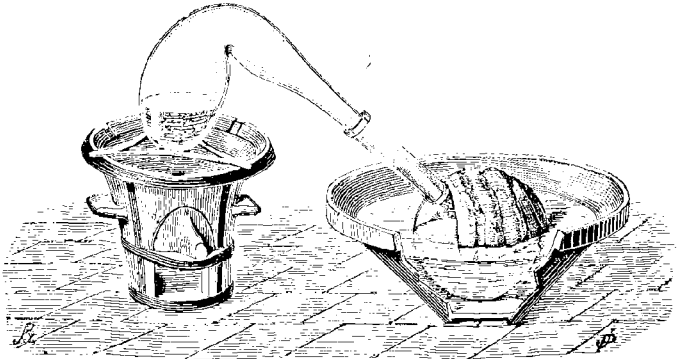

Fig. 26. Préparation de l'acide azotique.
**Préparation.** — PRÉPARATION DANS LE LABORATOIRE. — On chauffe, dans des cornues en verre (fig. 26), un mélange de salpêtre véritable ou azotate de potasse et de l'acide sulfurique; il se forme du sulfate acide de potassium, qui fond et reste dans la cornue, et il se dégage des vapeurs d'acide azotique, qui se condensent dans un ballon refroidi.